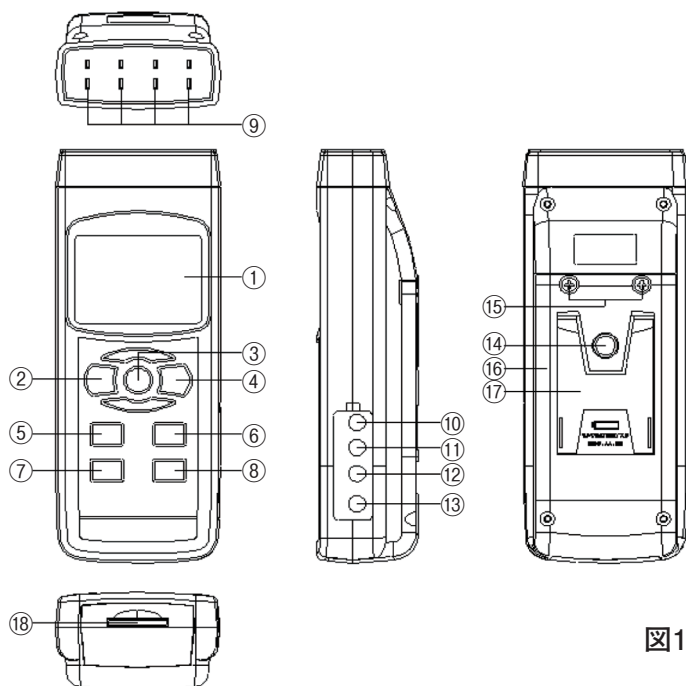

図1
まず初めに、データロガー等の機能を有効にするために、現在時刻等の設定等を行う必要があります。POWER(電源)ボタン(②、図1)を押して、本器の電源を入れます。また、このボタンを2秒以上長押しすると電源が切れます。
電源を入れた状態でSETボタン(⑦、図1)を2秒以上長押しすると「SEt dAtE」と表示部(①、図1)に表示され、「初期設定」モードに入ります。そしてNEXTボタン(③、図1)を一回ずつ押す毎に下記の6つの設定画面に切り替わります。
備考:「初期設定」機能を実行中にESCボタン(②、図1)を押すと、「初期設定」機能が終了し、通常測定画面に戻ります。
(1) ENTERボタン(④、図1)を1回押します。▲ボタン(⑤、図1)または▼ボタン(⑥、図1)を押して、値を調整してください。希望する値を設定し、再度ENTERボタン(④、図1)を一度押すごとに、次の値の調整に移ります。最初に年(yy)の値を設定し、次に月(mm)の値を設定し、さらに日(dd)、時間(h)、分(m)、秒(s)へと移行します。
(2) 最後に、ENTERボタン(④、図1)を一回押します。
(1)▲ボタン(⑤、図1)または▼ボタン(⑥、図1)を使用して上段に表示されるテキストを「bASI」または「Euro」に設定します。
(2)最後に、ENTERボタン(④、図1)を押します。
(1)▲ボタン(⑤、図1)または▼ボタン(⑥、図1)を使用して上段に表示されるテキストを「yES」または「no」に設定します。
(1)▲ボタン(⑤、図1)または▼ボタン(⑥、図1)を使用して下記のいずれかの値に設定します。
(2)最後に、ENTERボタン(④、図1)を一度押します。
(1)▲ボタン(⑤、図1)または▼ボタン(⑥、図1)を押して、上段に表示されるテキストを「yES」または「no」に設定してください。
(2)上の値を「yES」に設定し、ENTERボタン(④、図1)をもう一度押すと、画面には「yES Ent」というテキストが表示されるので、本当にSDカードのフォーマットを実行する場合はもう一度ENTERボタン(④、図1)を押し、確定してください。SDカードのフォーマットが行われ、SDカードに保存されている既存のデータが消去されます。
上の値を「no」に設定し、ENTERボタン(④、図1)を押した場合、SDカードはフォーマットされません。
- (1) POWER(電源)ボタン(②、図1)を押して、本器の電源を入れます。
- (2) 使用する熱電対センサーのタイプ(K、J、T、E、R、S)に切り替えます。(6. センサータイプの選択の項参照)
- (3) 別売の熱電対センサーのミニチュアコネクタを熱電対センサー入力端子(T₁、T₂、T₃、T₄) (⑨、図1)のいずれかに差し込みます。(同時に4点までの温度測定が可能です。)
- (4) センサーの感部を測定対象にかざし(または、直接接触させたり突き刺す)、表示部(①、図1)の測定値が安定したら数値を読み取ります。
※接続した熱電対センサー入力端子(T₁、T₂、T₃、T₄) (⑨、図1)に対応する表示部(①、図1)のT₁、T₂、T₃、T₄のそれぞれの値を読み取ります。熱電対センサー入力端子(T₁、T₂、T₃、T₄)のいずれかに熱電対センサーのミニチュアコネクタが差し込まれていない場合や、使用しているセンサーが断線した時等は、表示部のそれぞれに"-----"が表示されます。
- (2) 使用する熱電対センサーのタイプを"Pt"に設定します。(6. センサータイプの選択の項参照)
- (3) 白金測温抵抗体 Pt100Ωセンサー TP-101 (別売)のイヤフォンジャックを白金測温抵抗体 Pt100Ωセンサー入力端子(PT1) (⑩、図1)または(PT2) (⑪、図1)に差し込みます。このタイプのセンサーは同時に2点までの温度測定が可能です。
- (4) センサーの感部を測定対象にかざし(または、直接接させたり突き刺す)、表示部(①、図1)の測定値が安定したら数値を読み取ります。
端子(T1)に差し込みます。OFFSETボタン(⑧、図1)を2秒以上長押ししてください。下記の画面が表示されます。
▲ボタン(⑤、図1)または▼ボタン(⑥、図1)を押して表示部(①、図1)の右下の数値を希望の数値にオフセット調整を行ってください。設定が完了したらENTERボタン(④、図1)を押して設定を保存して作業を終了し通常の測定画面に戻ります。
- (2)白金測温抵抗体Pt100Ωセンサー使用時のオフセットについて使用するセンサーのタイプを”Pt”に切り替えてください(6.センサータイプの選択の項参照)。白金測温抵抗体 Pt100Ωセンサー TP-101(別売)のイヤフォンジャックを白金測温抵抗体Pt100Ωセンサー入力端子(PT1)(⑩、図1)または(PT2)(⑪、図1)に差し込みます。OFFSETボタン(⑧、図1)を2秒以上長押ししてください。下記の画面が表示されます。
Pt-1のオフセット調整を行う際には白金測温抵抗体 Pt100Ωセンサー入力端子(PT1)(⑩、図1)にTP-101(別売)のイヤフォンジャックを差し込み、Lボタン(⑤、図1)を押します。表示部(①、図1)に下記のように表示されます。
Pt-2のオフセット調整を行う際には白金測温抵抗体 Pt100Ωセンサー入力端子(PT2) (①、図1)にTP-101(別売)のイヤフォンジャックを差し込み、Rボタン(⑥、図1)を押します。表示部(①、図1)はPt-1と同様に下記の表示がされます。
測定中に、HOLDボタン(③、図1)を一度押すと、表示部(①、図1)に「HOLD」記号が表示され、測定値が保持されます。HOLDボタン(③、図1)をもう一度押すと、表示部(①、図1)の「HOLD」表示が消灯し、ホールド機能が解除されます。